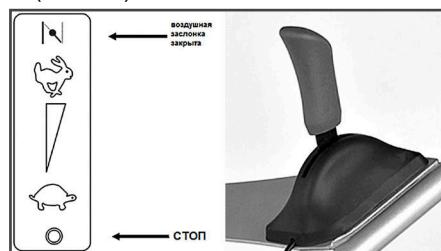

Рис. 12 Положение рычага газа при запуске двигателя
- Установите рычаг газа в положение «Воздушная заслонка закрыта» (Рис.12).